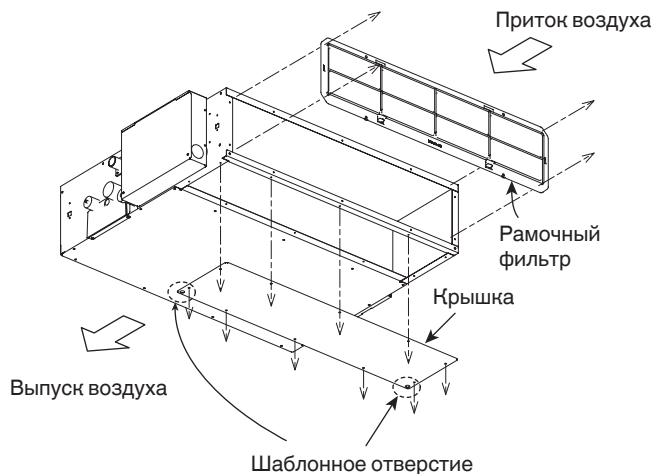

Рис. 3-4
- (1) Снимите рамочный фильтр. Снимите крышку. (Рис. 3-4)